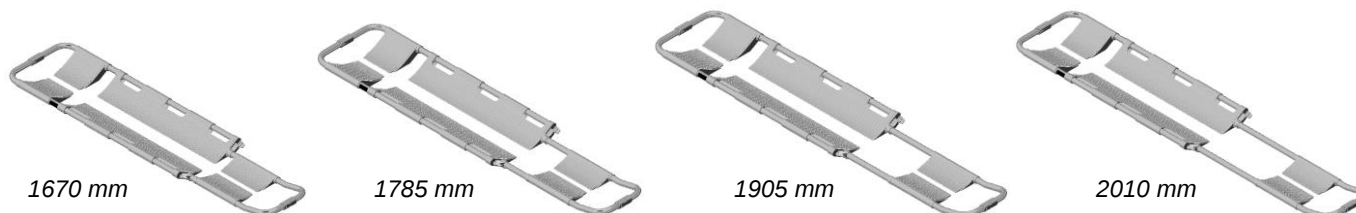

Abbildung 4
4. die beiden Fußprofile herausziehen und die Einstellung in die gewünschte Position vornehmen, die Länge der Trage kann zwischen 1670 und 2010 mm in vier Stufen eingestellt werden (Abb. 4);